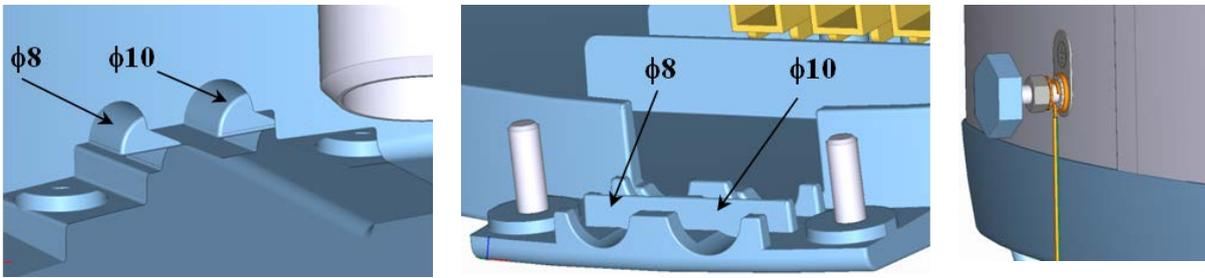
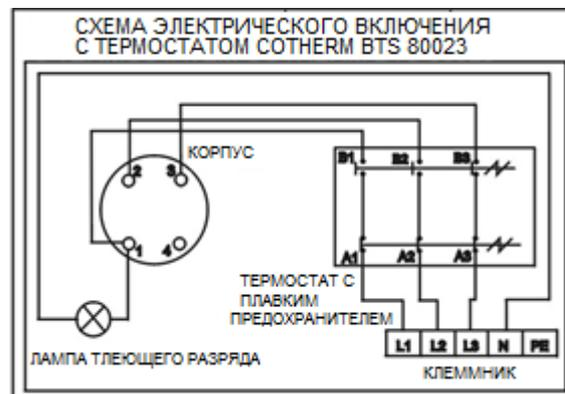

Рисунок 4
Рисунок 5
Подключение водонагревателей к водопроводу показано на (Рисунок 4, Рисунок 6). Для возможного отсоединения водонагревателя на впусках и выпусках технической воды необходимо смонтировать резьбовые соединения Ду 3/4". Предохранительный клапан устанавливается на подвод холодной воды, который обозначен синим кольцом.
Подключение выполните согласно схеме. Подключение, выполненное на заводе, запрещено менять! (Рисунок 5) В крышке электропроводки снимите перегородку, соответствующую диаметру подводящего провода $\varnothing 8$ или $\varnothing 10$ (Рисунок 4). Степень защиты электрических компонентов водонагревателя – IP 44. Потребляемая мощность электрического элемента 4 000 Вт.
- Схема электрического включения приложена к нагревателю на крышке электропроводки (Рисунок 5).